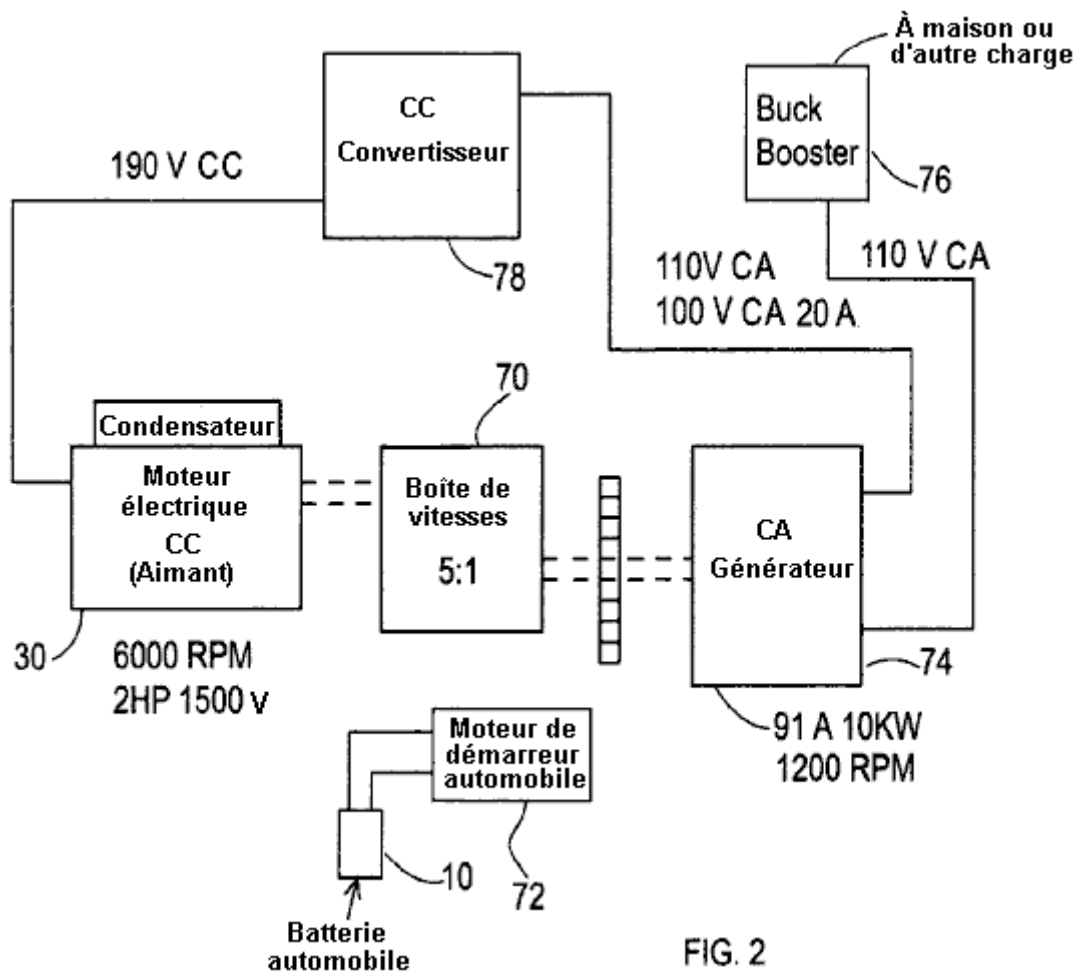

FIG. 2
**Fig.2** est une configuration d'une personification alternante du pouvoir intérieur le système produisant de la présente invention.
**Fig.2** montre une personification alternative du pouvoir le système produisant de la présente invention. Cette personification incorpore une boîte de matériel **70**, un démarreur automobile **72** et un générateur de brosse de tête **74** et un booster de mâle **76**. Au départ, le démarreur automobile **72** travaux avec la batterie pour fournir le pouvoir du générateur. Ce processus est semblable au processus de commencer une voiture. Le levier de vitesse **70** augmentations tr-min du générateur. Le Booster de Mâle **76** exerce les fonctions de la production pour fournir le pouvoir des charges différentes. Cette configuration incorpore aussi un convertisseur de courant continu **78**.